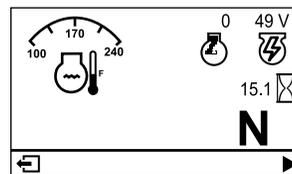

图 18
- **主信息屏幕**图 18 在钥匙处于开启位置时显示当前机器信息。